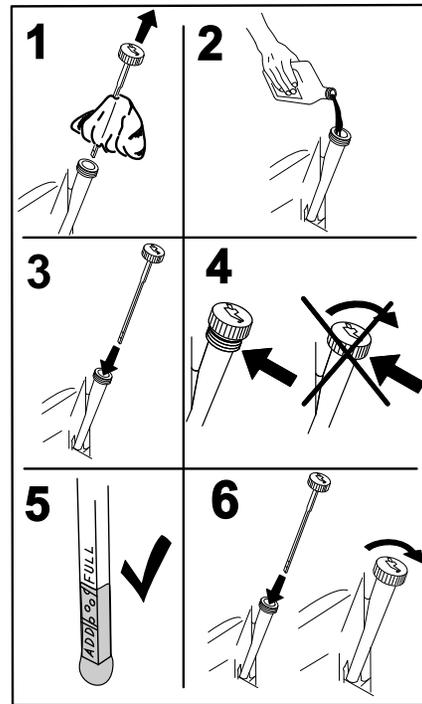

Figura 45
5. Deite cerca de 80% do óleo especificado no tubo de enchimento e adicione lentamente o óleo adicional para atingir a marca **Full** (Figura 45).